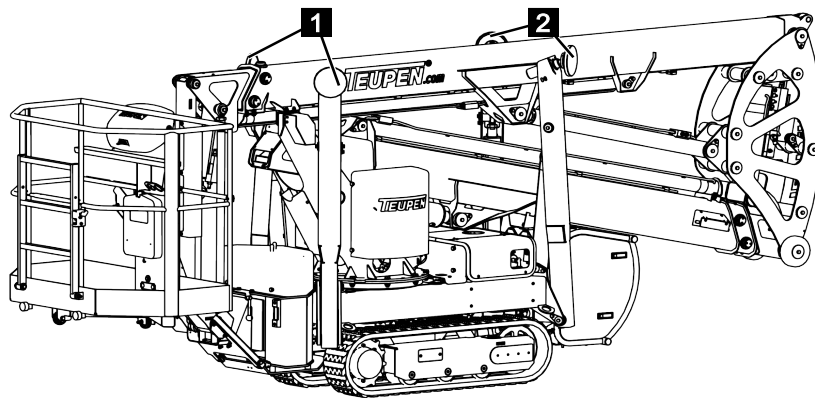

Fig. 95
- Les appuis un et quatre (Fig.95/1) se trouvent en position de transport.
- Les appuis deux et trois (Fig.95/2) se trouvent en position de transport.